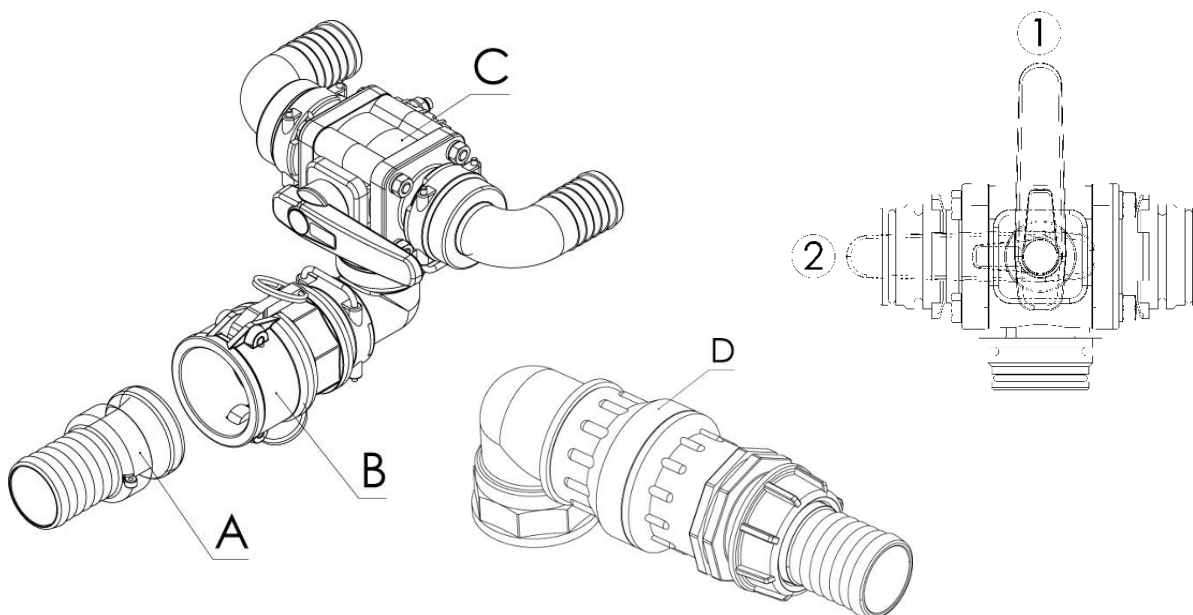

Bild 7 Außenfüllung der Behälter
Den Schlauch ϕ 50 mm an den Stutzen (A) montieren und mit einer Rohschelle sichern. Den Stutzen (A) mit dem Schlauch an den Anschluss (B) montieren und mit Seitenhebeln sichern. (Siehe das Bild 7). Die Füllkapazität beträgt max. 250 l/min.